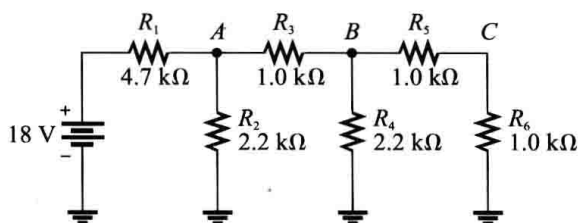

图 6-92
43. 试确定图 6-92 所示电路的总电阻和 A、B、C 点电压。